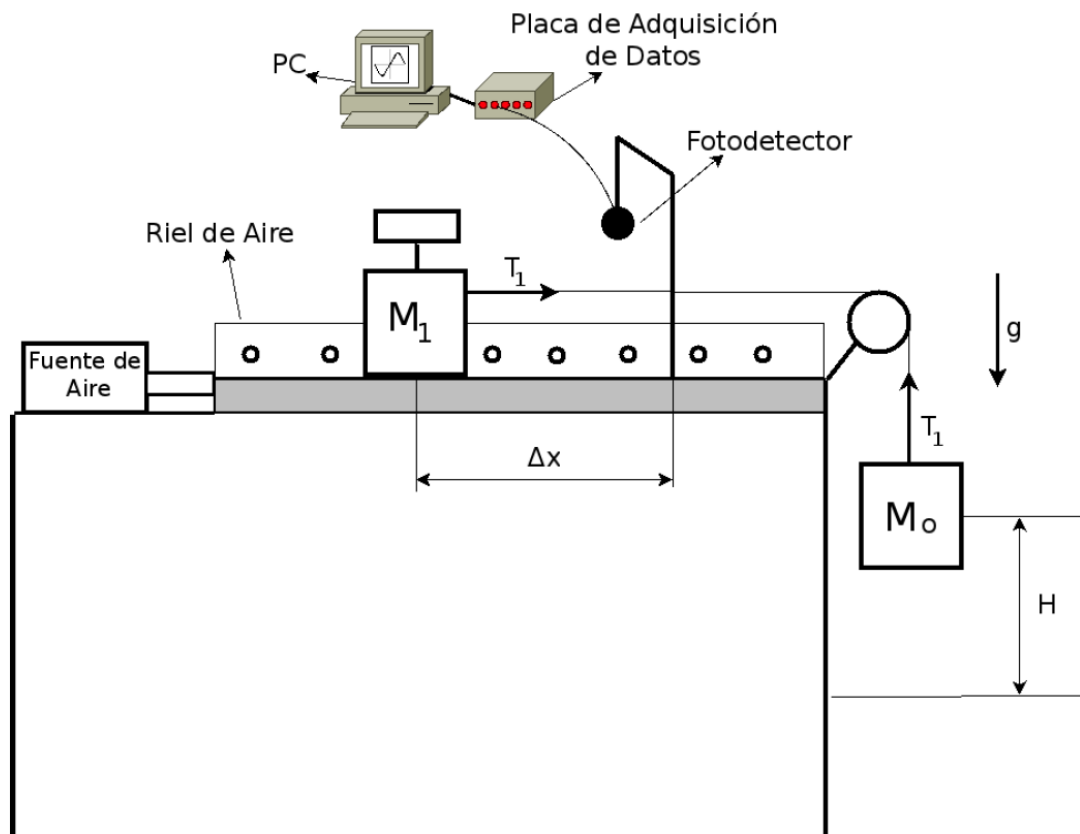

Figura 1. Diagrama Esquemático del equipamiento experimental
Utilizaremos la configuración experimental que se muestra en la figura 1.
La expresión (3) establece que el cociente del cuadrado de las velocidades están en relación directa con el cociente de las alturas respectivas a la cual descendió el bloque M_0 . En la presente práctica, mediante las mediciones de las velocidades y las alturas correspondientes, verificaremos la consistencia de la expresión (3) la cual fue obtenida a partir de la conservación de la energía mecánica en el análisis del sistema de la figura 1.
Realizaremos la medición de la velocidad del sistema correspondiente a la configuración de la M_1 (sobre el riel) y M_0 (Ver Figura 1). Esta velocidad será medida por el fotodetector. . A fin de simplificar las mediciones, haremos que la velocidad inicial del sistema sea 0 m/s.